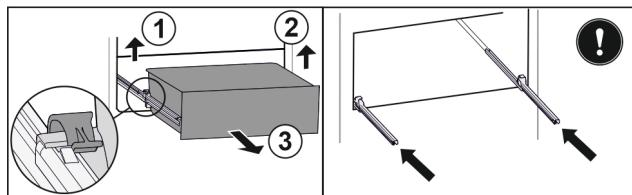

Fig. 89
- Nadvihnite ľavú svorku a súčasne ťahajte zásuvku vľavo dopredu. Fig. 89 (1)
- Nadvihnite pravú svorku a súčasne ťahajte zásuvku vpravo dopredu. Fig. 89 (2)
- Odoberte zásuvku dopredu. Fig. 89 (3)